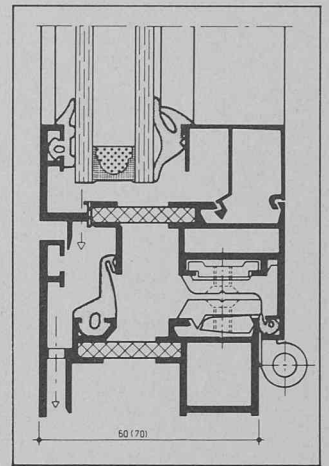

Fig. 2. — Les nouveaux profilés de vantaux Alisol 2.
- b) Nouveaux profilés de vantaux (fig. 2) avec détente de l'espace de feuillure protégée, joint médian insensible aux tolérances, grandes dimensions de la préchambre de drainage et une garniture d'arrêt intérieure.